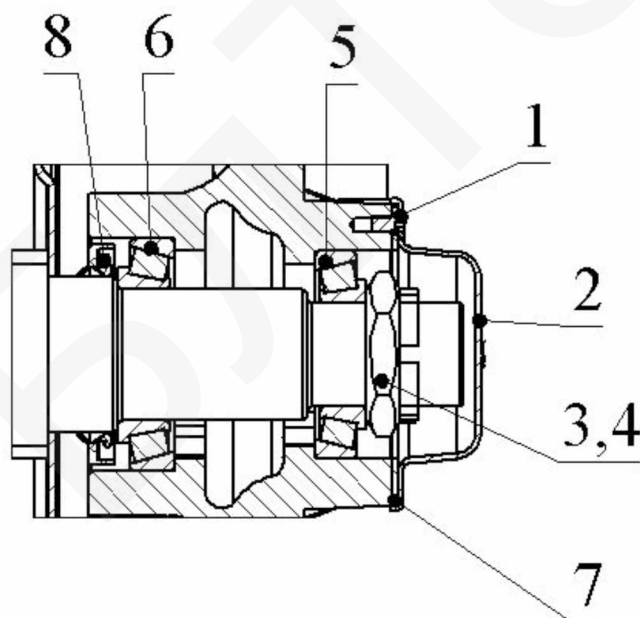

Рисунок 7.1 – Схема регулировки подшипников колес
- отвернуть болты 1(рисунок 7.1), снять крышку 2 и прокладку 6 ступицы;